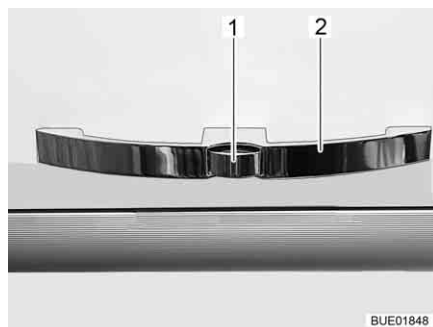
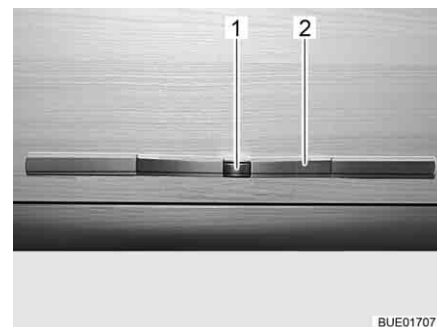

Fig. 58 Abattant de placard avec poignée (exemple)
Fig. 59 Abattant de placard avec poignée (alternative)
- Appuyer sur le bouton de déverrouillage (Fig. 58,1 ou Fig. 59,1) de la poignée (Fig. 58,2 ou Fig. 59,2) et le maintenir enfoncé.